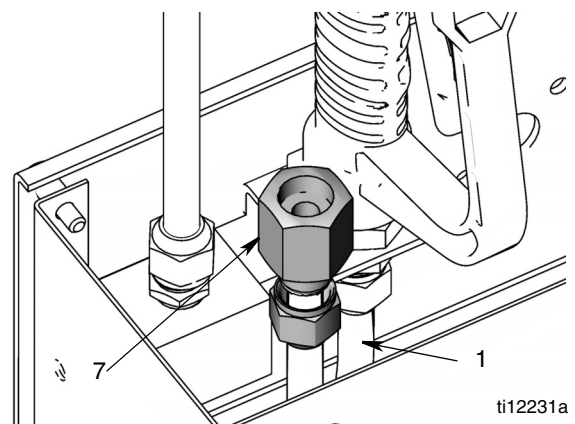

ABB. 24
3. Trennen Sie das Fluideinlassrohr (1) vom Fluideinlass-Anschlussstutzen (7) (ABB. 24).